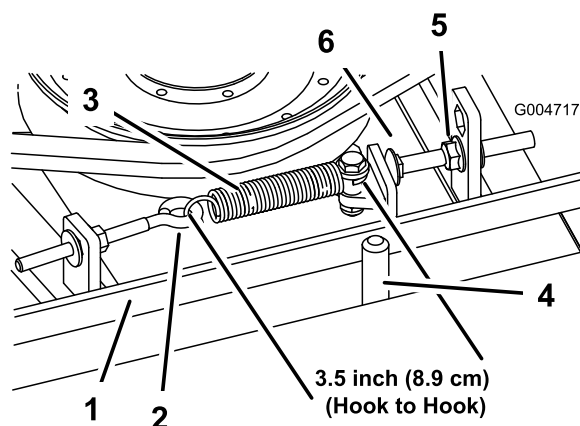

Figura 93
Quando a tensão estiver correta, a medida interior da mola de extensão (gancho a gancho) deverá ser de cerca de 8,3 cm a 9,5 cm. Logo que se obtenha a tensão correta da mola, ajuste o pino de fecho (parafuso da carroçaria) até haver uma folga aproximada de 2 a 5 mm entre a cabeça do parafuso e o braço intermédio (Figura 93).
Nota: Certifique-se de que correia está colocada no lado da mola do guia da correia (Figura 93).
2. Desaperte o parafuso com olhal permitindo a remoção da mola de extensão (Figura 93).
3. Desaperte a porca flangeada que prende o pino de fecho à patilha de montagem e afaste a polia intermédia da correia para libertar a tensão da correia (Figura 93).
Nota: Certifique-se de que correia está colocada no lado da mola do guia da correia (**Figura 93**).
9. Ligue a mola de extensão (**Figura 93**) ao parafuso de olhal e aplique a tensão na correia como se segue: